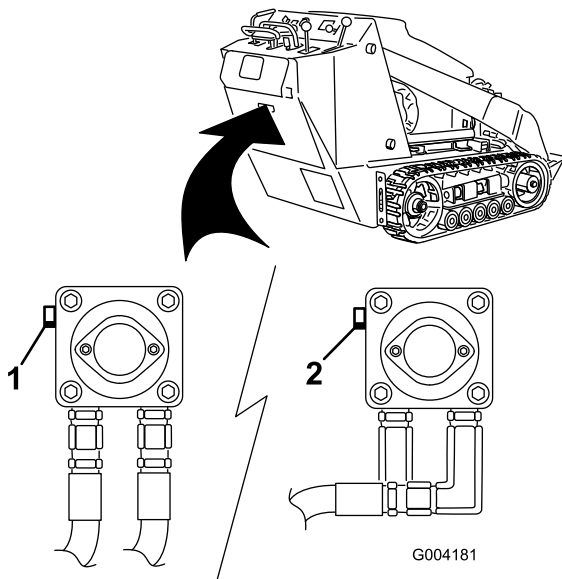

Figure 17
3. À l'aide d'une clé, donnez deux tours dans le sens antihoraire aux vannes de remorquage situées sur les pompes hydrauliques (Figure 17).